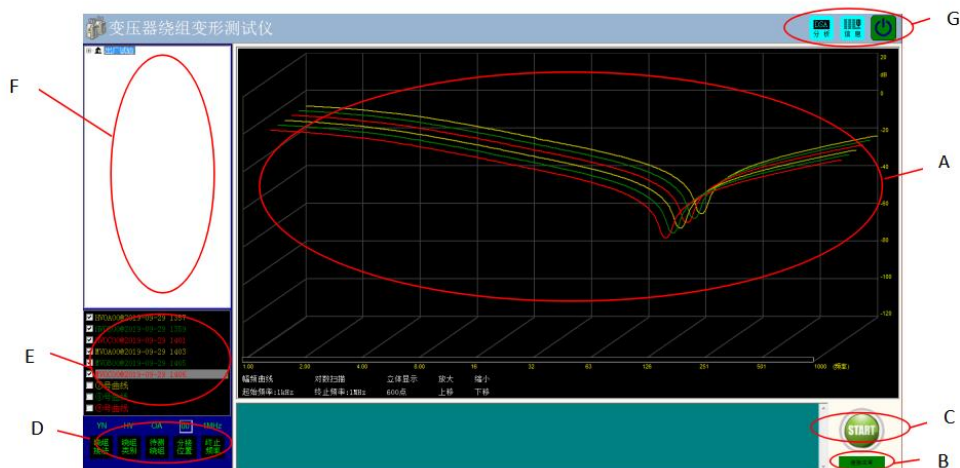

图 8 软件主界面
- 2) 启动过程完成后，进入标题为“变压器绕组变形测试仪”的主程序界面。（点击屏幕左上角的小图标，便可切换至桌面。测试过程中请不要点击。）如图 8 所示。